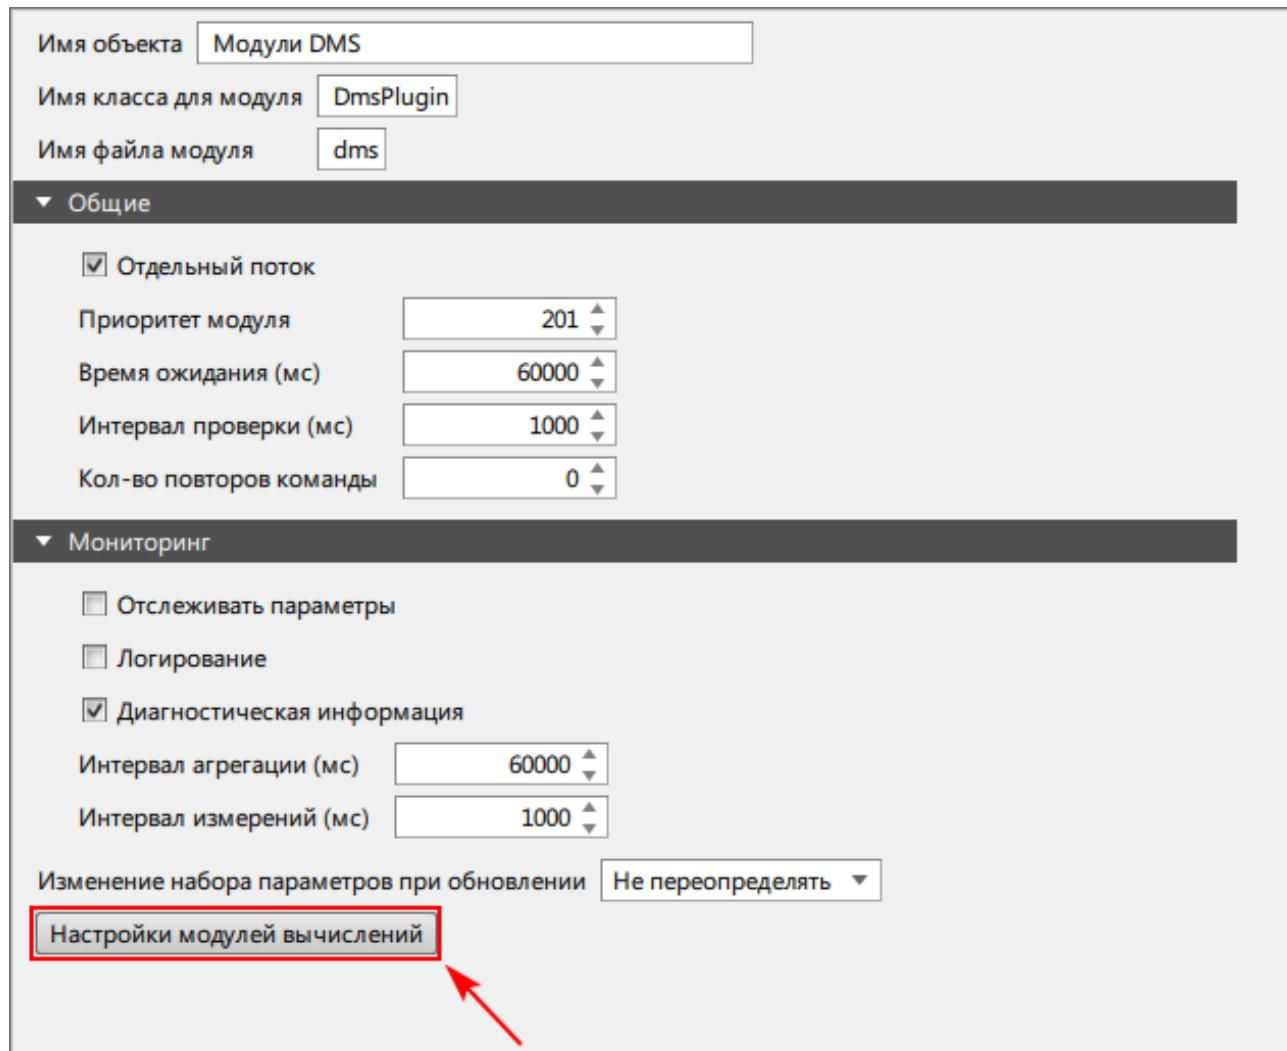

Рисунок 423 - Настройки модулей вычислений
2. В модуле **Модули DMS** нажмите **Настройки модулей вычислений** (Рисунок 423).